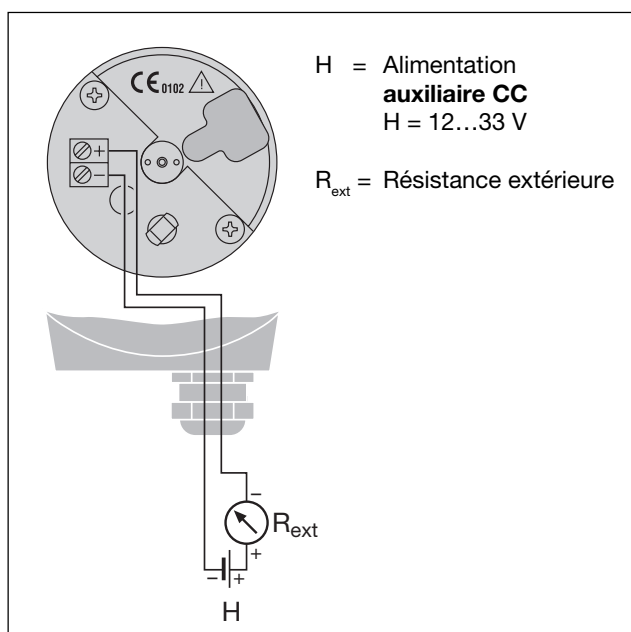

Fig. 9. Schéma de connexion.
Dénuder les fils sur une longueur suffisante et les raccorder aux bornes (5) selon le schéma de connexion (Fig. 9). Attacher les câbles au point d'ancrage (6).